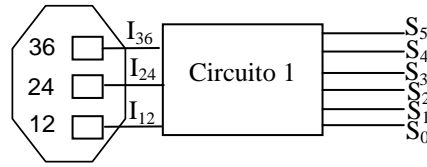

Figura 2.2
1. La cámara tiene un selector de tres posiciones para indicar si el carrete utilizado es de 12, 24 o 36 fotos. Al seleccionar una posición el sistema proporciona una señal a nivel alto en la línea correspondiente a la posición seleccionada. El selector no puede estar en dos posiciones a la vez. El **Circuito 1** de la figura 2.2, recoge las señales del selector y proporciona a su salida el código numérico en binario natural del carrete seleccionado. Complete la tabla de verdad 2.1 y obtenga las funciones lógicas correspondientes a las señales que codifican el tipo de carrete seleccionado. Implemente el **Circuito 1** con puertas lógicas de dos entradas como máximo. (8 puntos)